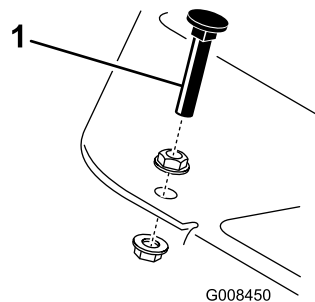

Figura 44
Carregue no pedal de tracção. Se o pedal entrara em contacto com o batente (Figura 44) antes de se sentir tensão no cabo, é necessário efectuar um ajuste:
1. Desaperte as porcas de bloqueio de cabeça de flange que fixam o batente do pedal à placa inferior (Figura 44).